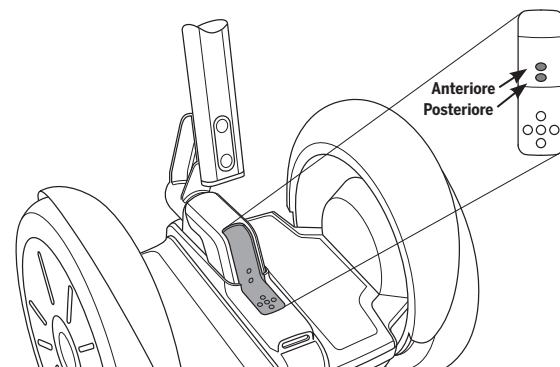

Figura 58: indicatori luminosi di ricarica delle batterie
6. Verificare che i due indicatori luminosi di ricarica sulla console si accendano in verde a indicare che le batterie si stanno ricaricando (vedere la **Figura 58**). Per ulteriori informazioni sugli indicatori luminosi di ricarica, consultare la sezione "Indicatori luminosi di ricarica delle batterie" (pag. 89).
Due indicatori luminosi di ricarica delle batterie sulla console segnalano lo stato di carica delle batterie quando il PT è collegato all'alimentazione elettrica. L'indicatore luminoso di ricarica anteriore corrisponde alla batteria anteriore, mentre quello posteriore corrisponde alla batteria posteriore (vedere la **Figura 58**). Tali indicatori forniscono informazioni indipendenti relative alla ricarica di ciascuna batteria. Quando il PT è collegato all'alimentazione elettrica e si trova sotto carica, entrambi gli indicatori luminosi di ricarica delle batterie sono accesi con luce verde fissa o lampeggiante. Qualora uno dei due indicatori sia rosso oppure non si illumina, significa che è presente un problema di ricarica nella batteria corrispondente. Per maggiori informazioni, consultare la prossima sezione ("Errori di ricarica").